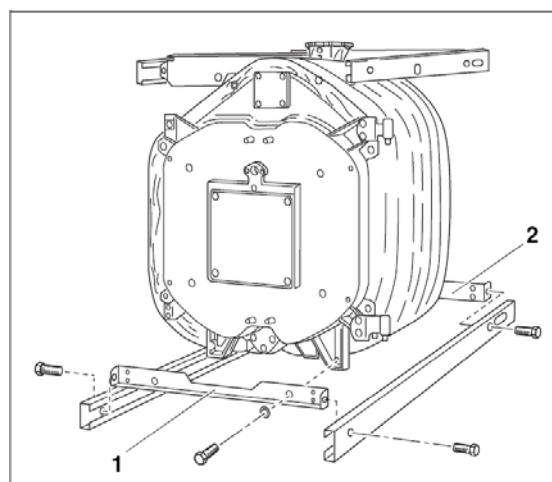

Fig. 37
- De nedre tvärskenorna (Fig. 37, **pos. 1 och 2**) skruvas med hjälp av sexkantsskruvar (M 8 x 12) fast på den bakre sektionens fötter.